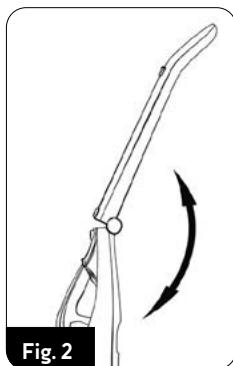

Fig. 2
4. Aprire il gruppo maniglia (2) e bloccarlo in posizione estesa (fig.2). L'impugnatura può essere ripiegata premendo un pulsante (3).